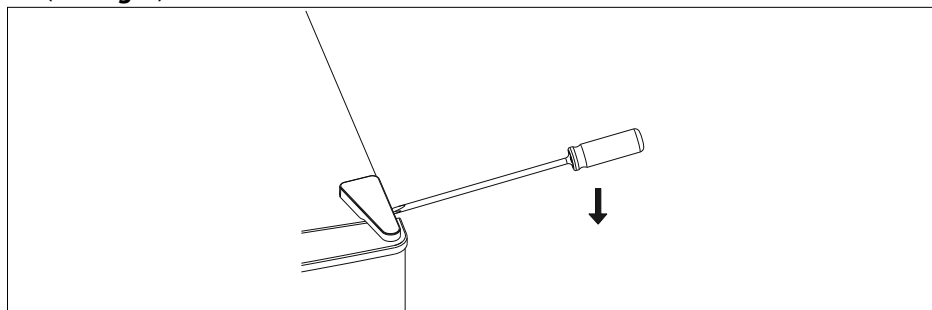

Fig. 2
- ▶ Videz le réfrigérateur, y compris la clayette (10).
- ▶ Retirez le cache-charnière du côté droit par exemple à l'aide d'un tournevis plat (voir **fig. 2**).